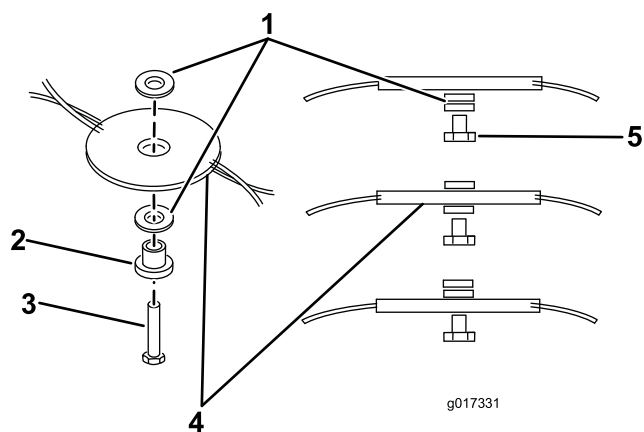
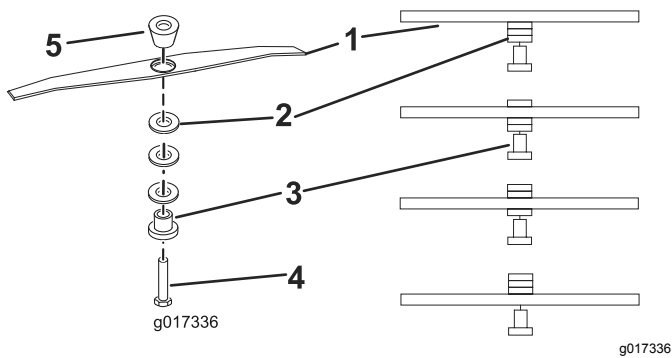

Рисунок 13
Рисунок 14
6. Переместите разделители на требуемую высоту, затем заново установите леску Flexiblade / режущий аппарат (Рисунок 14, Рисунок 13).